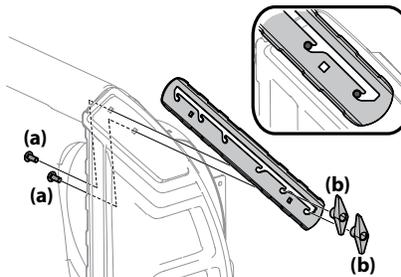

Figure 2-48
1. Desserrez les deux boulons de carrosserie (a) et les écrous papillons (b) qui fixent chaque barre de coupe posées sur les côtés du boîtier des tarières. Voir Figure 2-48.